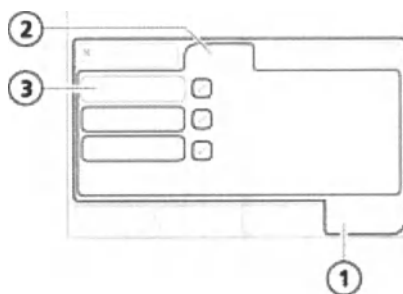

Рисунок 6-9. Окно «Тесты и калибр», тест на герметичность
2. В окне «Система» -> «Тесты и калибр» выберите «Герметич-ть». См. рис. 6-9.